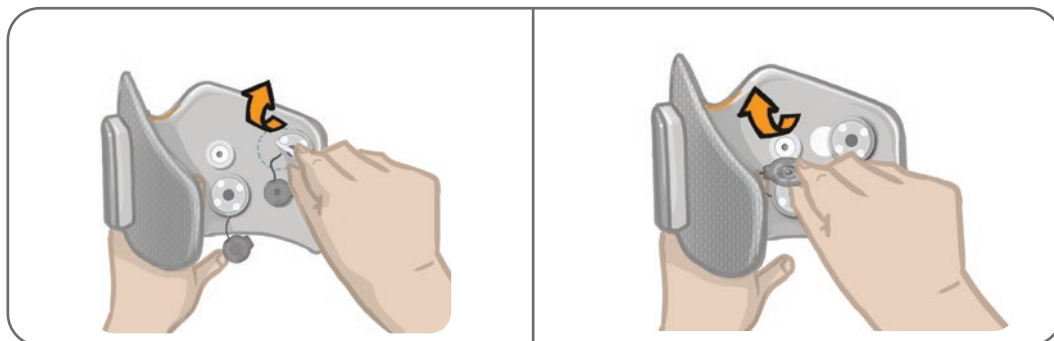

Abbildung 8-9: Befestigen der neuen Elektrodenbasen (links)
5. Befestigen Sie die neuen Elektrodenbasen an derselben Position, an der die vorherigen Basen angebracht waren. Siehe Abbildung 8-9.
6. Drücken Sie die Elektrodenbasen in die dafür vorgesehenen Löcher. Siehe Abbildung 8-9.